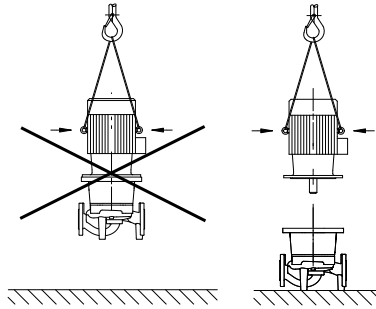

Fig. 20. Транспортировка электродвигателя
- Подъемные проушины на электродвигателе могут использоваться только для транспортировки электродвигателя и не должны использоваться для транспортировки всего насоса (Fig. 20).